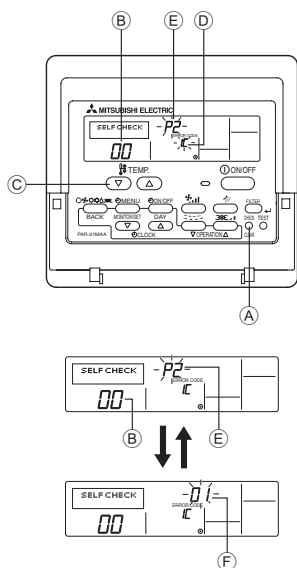

Рис. 7-3
7.3.1. Для проводного пульта дистанционного управления (Рис. 7-3)